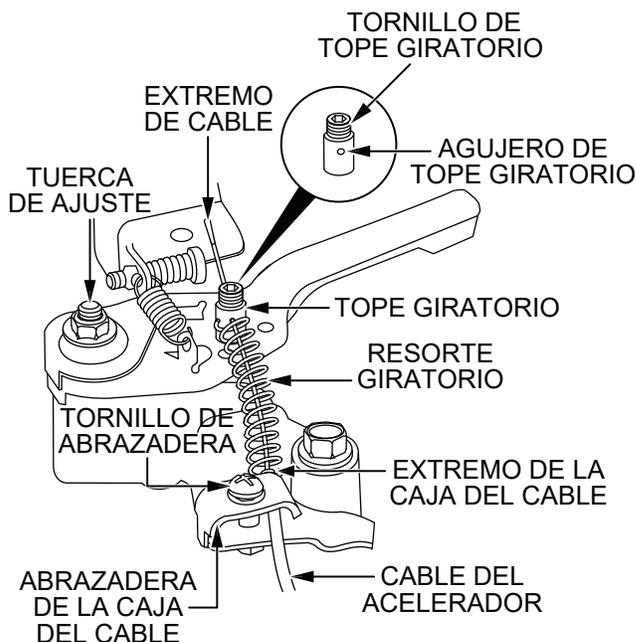

Figura 8. Instalación del cable del acelerador
4. Afloje el tornillo de abrazadera de la caja del cable y el tornillo de tope giratorio (Figura 8).
5. Ponga el resorte de retorno del acelerador primario entre la abrazadera de la caja del cable y el tornillo de tope giratorio (Figura 8).
6. Pase el conjunto de cable por la abrazadera de la caja del cable, el resorte de retorno y el agujero de tope giratorio, hasta que la caja del cable se extienda por debajo de su borde alejado (Figura 8).